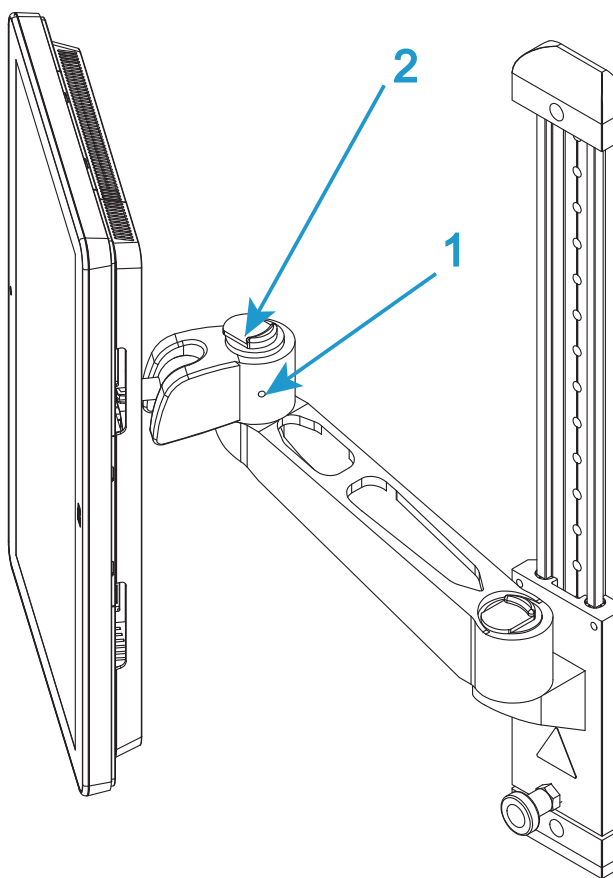
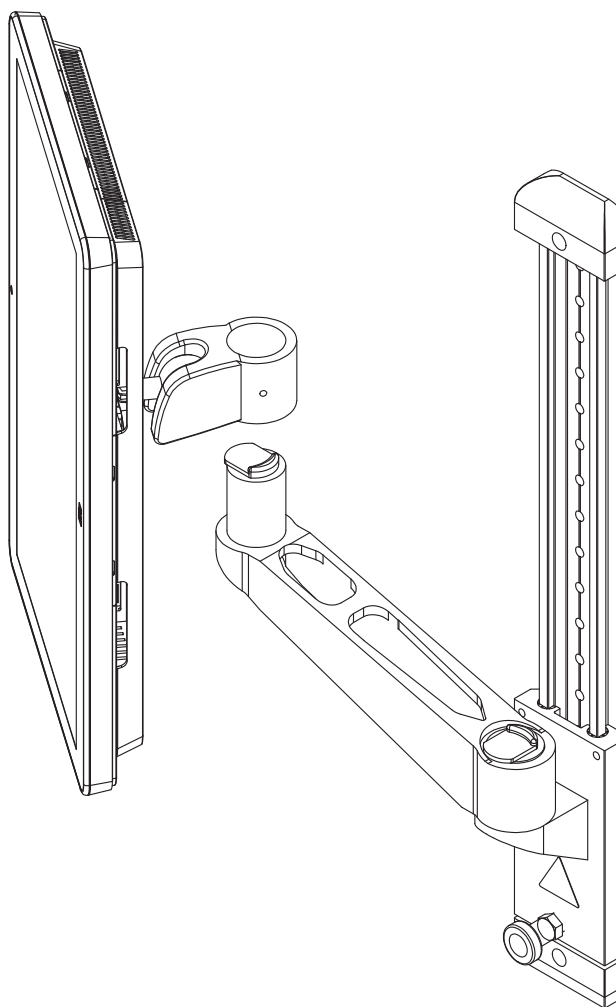

Figura 7. Braccio di montaggio
Figura 8. Sollevare per rimuovere
3. Se necessario, allentare la vite di fissaggio posta lateralmente sul "gomito" del braccio di montaggio (1 in Figura 7 a pagina 46).
4. Mettere in funzione il meccanismo di rilascio sulla parte superiore del "gomito" (2 in Figura 7 a pagina 46) e sollevare Dashboard operatore[®] Bluehill lontano dal braccio di montaggio (Figura 8 a pagina 47).